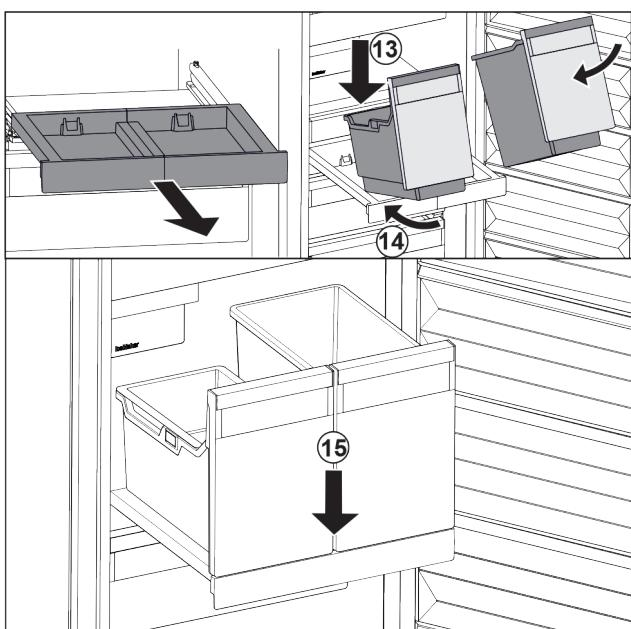

Fig. 24
- Stavite spremnik ukoso na izvlačnu ploču. Fig. 24 (13)
- Gurnite spremnik ukoso prema natrag. Fig. 24 (14)
- Spustite spremnik naprijed. Fig. 24 (15)